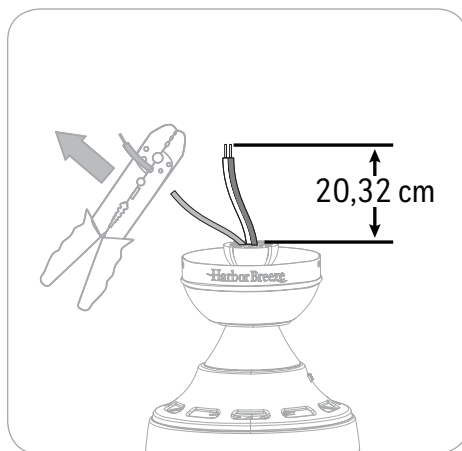

Figura 3.4
4. Según el largo de la varilla que utilice, es posible que deba cortar los cables conductores para simplificar el cableado. Si decide cortar los cables conductores, mida al menos 20,32 cm de cable conductor y corte el exceso de cable con las pinzas cortacables (no incluidas). Luego, strip 1.27 cm del aislamiento del extremo de cada filamento (Figura 3.4).